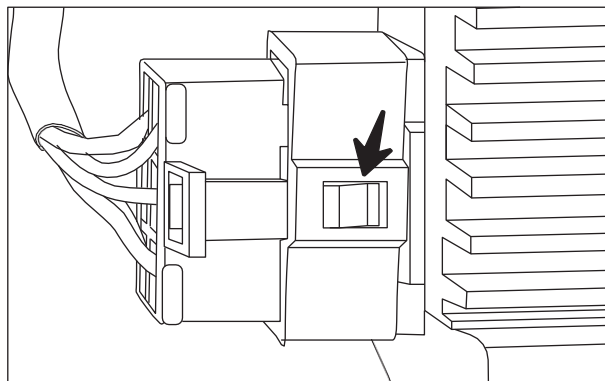

Fig. 5.5
- Al desconectar el cable de la bobina del ISG, presione el pin en el centro del conector y retire suavemente. (Fig. 5.5)